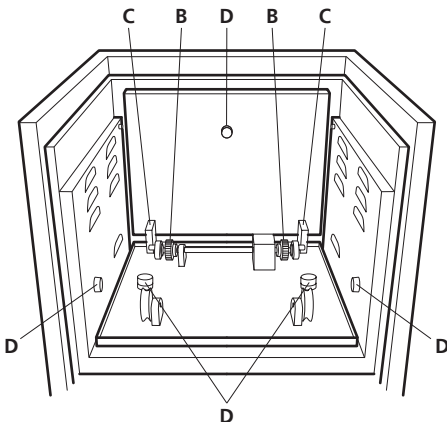

Figure 4: Pièces motrices de l'étuve SI30H
- 5.4 Placez le tournebroche dans l'étuve, sur le mécanisme de rotation, en veillant à ce que les bandes dentelées à l'une ou l'autre extrémité du tournebroche se logent dans les roues dentées du mécanisme de rotation à l'arrière de l'étuve (B sur la figure 4). Les collerettes en plastique du tournebroche se positionnent sur les petites roues du plancher de l'étuve. Fermez la porte de l'étuve.
- 6.2 Soulevez la plate-forme par sa poignée (A) sur la figure 4) depuis sa position de rangement, faites-la coulisser vers l'avant et posez-la sur le mécanisme de bascule en plaçant les ergots latéraux de la plate-forme dans les gorges de retenue (D) sur les parois latérales de la chambre de l'étuve. Cette